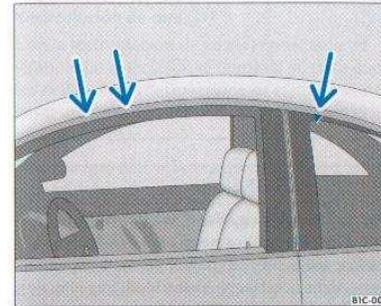

Fig. 56 Marcas para la fijación de los soportes básicos
- Fije los soportes básicos sólo por los puntos indicados ⇒ fig. 56 -flechas-.